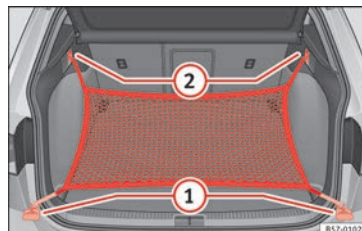

Fig. 157 Nel bagagliaio: occhielli ① e ganci ② per il fissaggio della borsa rete.
- Fissare i ganci corti della rete agli occhielli di ancoraggio » » » **fig. 157 ①** » » » **⚠**. La cerniera della tasca dev'essere rivolta verso l'alto.
- Fissare le cinghie nei ganci per appendere borse **②**.